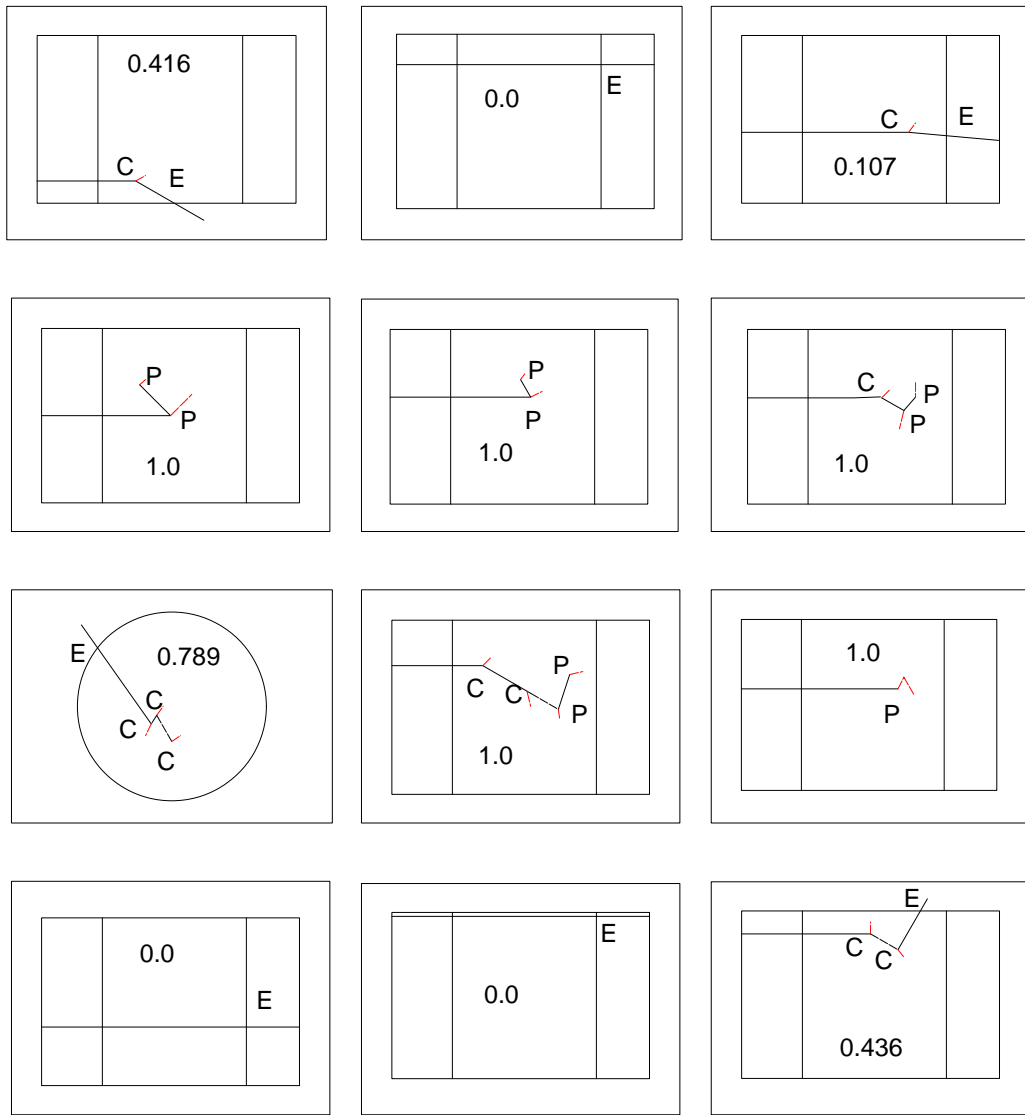

Figure 6: 飛跡の記録例。電子の飛跡は、一般的に短くて見えにくいので、実際よりも長く書いている。図中の C, P, E は、それぞれコンプトン散乱、光電効果、検出器外への逃げを示す。また、コマンドプロンプト窓に表示された吸収エネルギーも図中に記録している。
1. detecc.exe を使用して NaI 平板に 1 MeV の光子を 1 個ずつ入射させ、飛跡をスケッチし、反応の種類、検出器内ですべての粒子が吸収されたかどうかと吸収エネルギーを記録せよ。これを 20 回行え。(図 6 及び 7) (粒子が側面から逃げたかどうかは、Y 軸周りに 90° 回転させて調べる。)